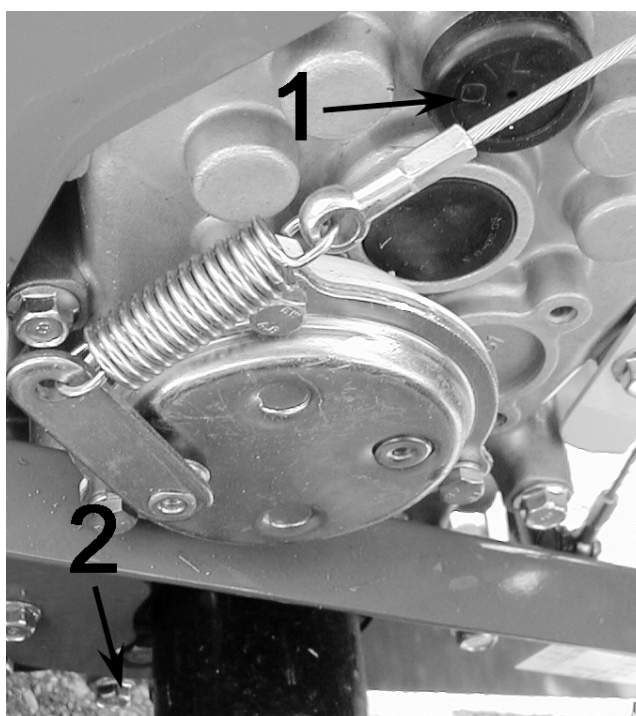

Figure 11
Niveau d'huile de transmission (Figure 11) :
- Enlevez le bouchon de remplissage d'huile (figure 11, repère 1). Si le niveau est correct, l'huile doit affleurer le point bas du logement du bouchon. S'il manque de l'huile, remettez une huile pour transmission 80W90 API GL4.
- L'huile doit être échangée au première 20 heures d'utilisation, puis toutes les cent heures. La vidange se fait par le bouchon de vidange (figure 11, repère 2).